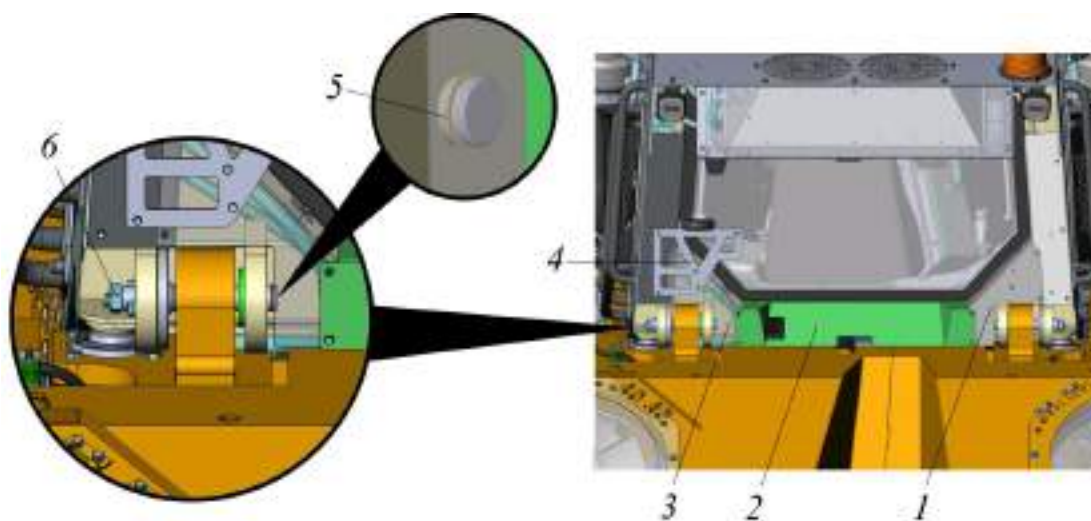

Рисунок 5.40. Демонтаж осей поворота кабины
- ▶ Ключом  на 10 выкрутить крепеж бампера заднего 2 и снять его, рис. 5.40.
- ▶ Вкрутить поворотные оси в задние опоры кабины. Установить стопорные кольца. Смонтировать левую и правую зашивки, установить бампер задний. Установить рамку номерного знака (если снималась). Подключить электрический разъем подсветки номерного знака, см. рис. 5.40.